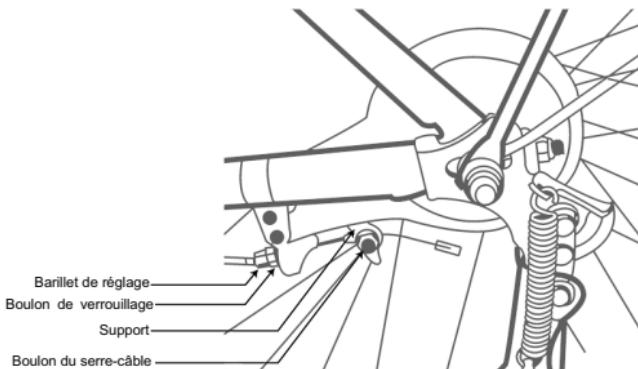

Figure 9
- Serrez fermement le boulon du serre-câble et réglez le barillet de réglage jusqu'à obtenir une force de freinage suffisante. (Figure 9)